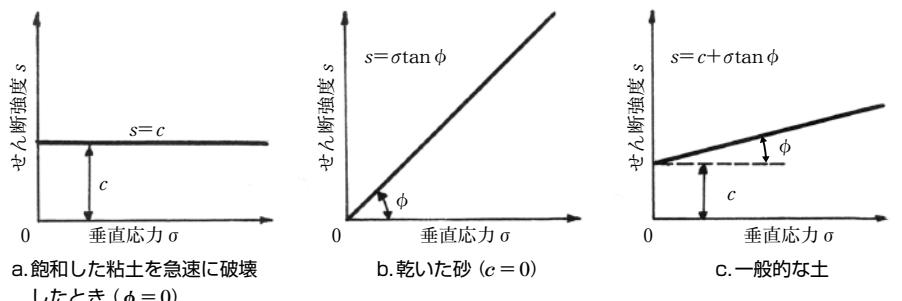

図1-2 土の種類によるせん断強度
②せん断強度式における c や ϕ は、土の強度定数と呼ばれる。
③粘着力 c は土粒子間の結合力に基づくもので、砂やれきなど粗粒土の場合、ほとんど0である。
④代表的な土質別のせん断強度は、図1-2で表される。
⑤土のせん断強さは、同じ土でも含水量や外力によって変わってくる。